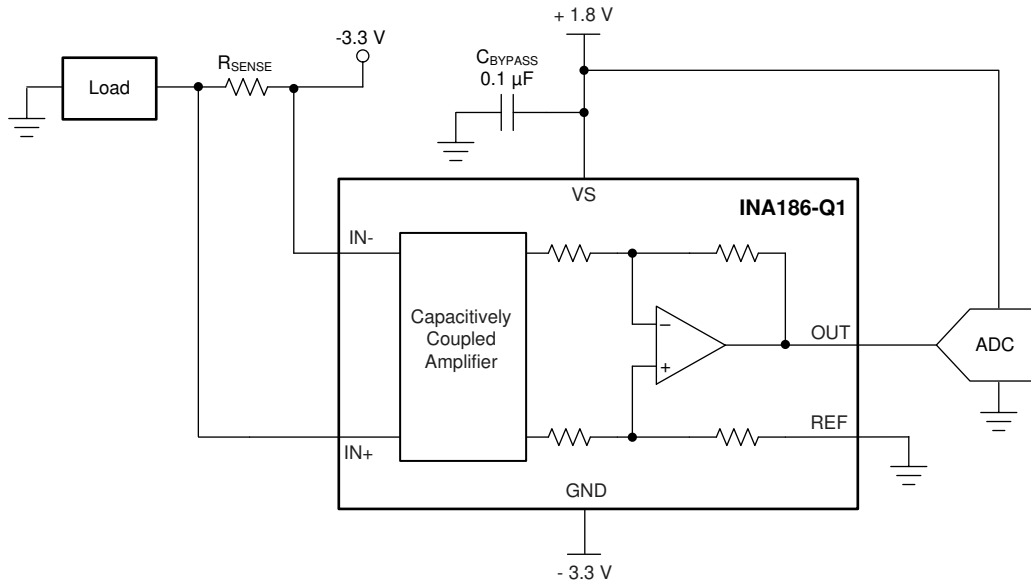

图 7-3. 使用 REF 引脚对输出电压进行电平转换
**REF** 引脚在单向运行中的另一个用途是对输出电压进行电平转换。图 7-3 显示了一个应用，其中器件地设置为负电压，从而可以测量偏置到负电源的电流（如光学网络卡中）。INA186-Q1 的 **GND** 可以设置为负电压，只要输入不违反共模范围规格且  $V_S$  和 **GND** 之间的电压差不超过 5.5V。在本例中，INA186-Q1 的输出馈送到正偏置模数转换器 (ADC)。通过将 **REF** 引脚接地，输出端的电压将为正且不会损坏 ADC。为确保输出电压始终不会变为负值，电源时序必须首先是正电源，然后是负电源。